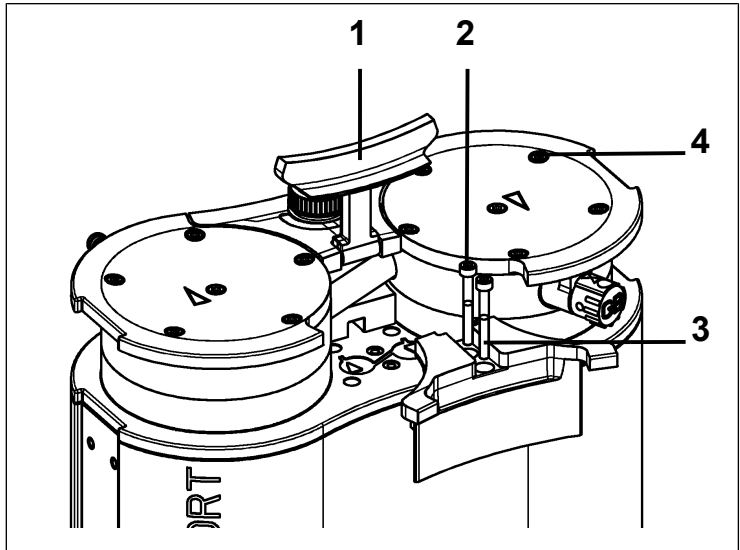

Fig.9: Desmontaje de la cubierta
1. Poner el asa (Fig. 9/1) en posición vertical.
2. Soltar los tornillos (Fig. 9/2) de la cubierta (Fig. 9/3).
3. Quitar la cubierta (Fig. 9/3).
4. Aflojar las cabezas de los tornillos (Fig. 9/4).
1. Marcar la placa de presión (2), la tapa del cabezal (3) y la placa intermedia (5) haciendo una línea continua con el rotulador. Esto evita el montaje posterior incorrecto de las piezas.
2. Soltar los tornillos exteriores (Fig. 9/4) de los cabezales de la bomba.